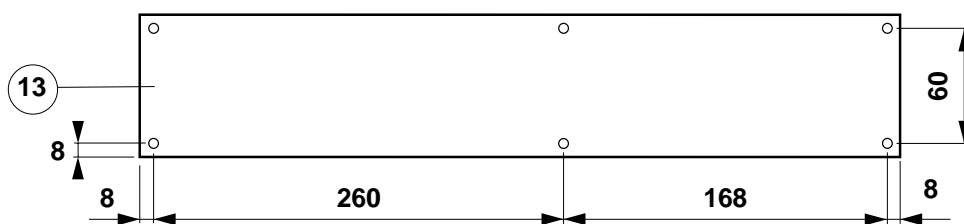

Fig. 3
1. Togliere il carter e fissare l'automazione a parete rispettando le misure di fig. 3, 5, 6 o 7: fare riferimento all'asse cerniere.
1. Togliere il carter e fissare l'automazione a parete rispettando le misure di fig. 3, 10, 11 o 12: fare riferimento all'asse cerniere.